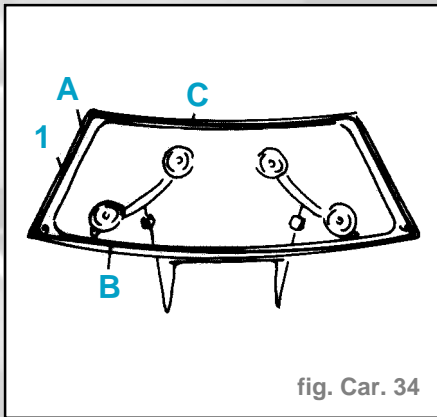

fig. Car. 34
- (A) = 7 mm
- (B) = 9...11 mm
- Débuter la pose du cordon de colle (fig. Car. 34)